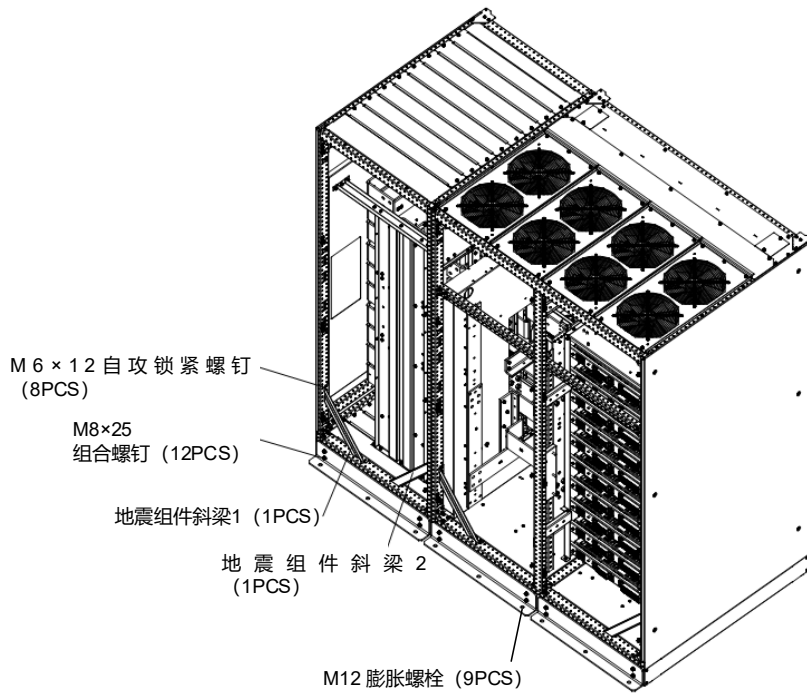

图 8-1 地震选件安装示意图（背面安装）
1. 用 M8×25 组合螺钉将地震选件安装在机柜背面底部的相应安装孔中，然后用 M6 自攻锁紧螺钉将斜梁 1 及斜梁 2 固定于机柜下部，最后用 M12 的膨胀螺栓将地震选件固定在地板上，如图 8-1 所示。